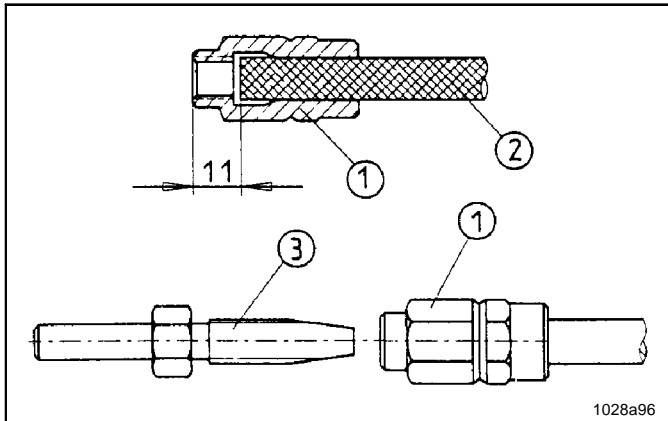

Abb. 7 Vormontage der Schraubhülse und Schlauchstutzen auf dem Hochdruckkunststoffschlauch
- Schraubhülse 1, Abb. 7, linksdrehend auf den Hochdruckkunststoffschlauch 2 drehen, bis das gezeigte Maß von 11mm erreicht ist. Danach den Schlauchstutzen 3 in die Schraubhülse 1 einschrauben.